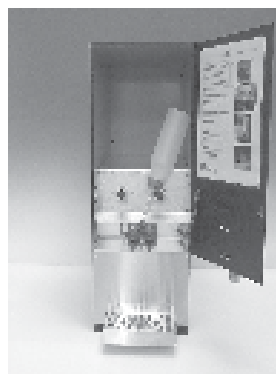

Fig. 4.
2. Fyll spolflaskan med varmt vatten. Tillsätt en eller två droppar diskmedel. Anslut slangen till ejektorn och spola igenom systemet (se fig 4).